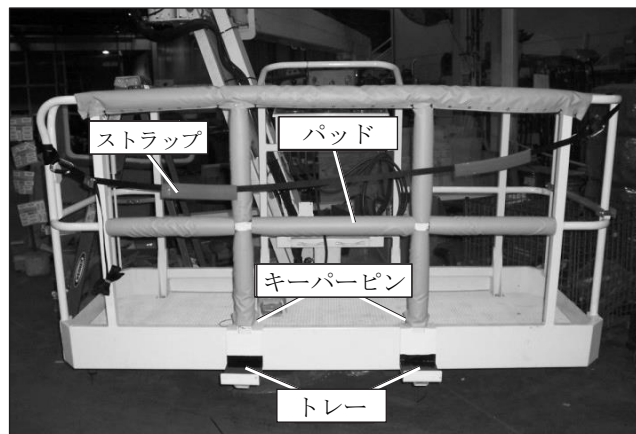

図 7.15 - 作業床グレージャーパッケージ
- グレージャートレー（図 7.15 を参照）とキーパーピンを点検し、曲がりや変形がなく良好な状態にあることを確認してください。ストラップやパッドも、摩耗、切れ、擦り切れのない、良好な状態でなくてはなりません。